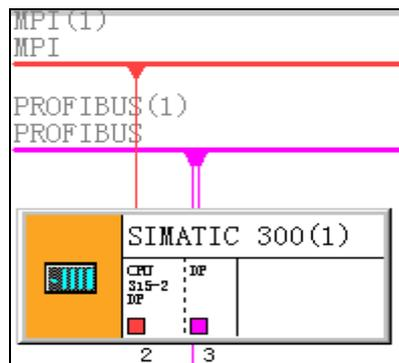

图 2- 16 网络结构图
(1) 回到 SIMATIC Manager 界面，找到 CPU 下的“Connections”，并双击该图标。
(2) 进入网络连接界面，在硬件组态部分已对该网络进行了一定的设置，包括节点地址和波特率等。将 CPU 块下面的红色按钮连接到上方的 MPI 红色网络线，完成后网络结构如图 2- 16 所示。